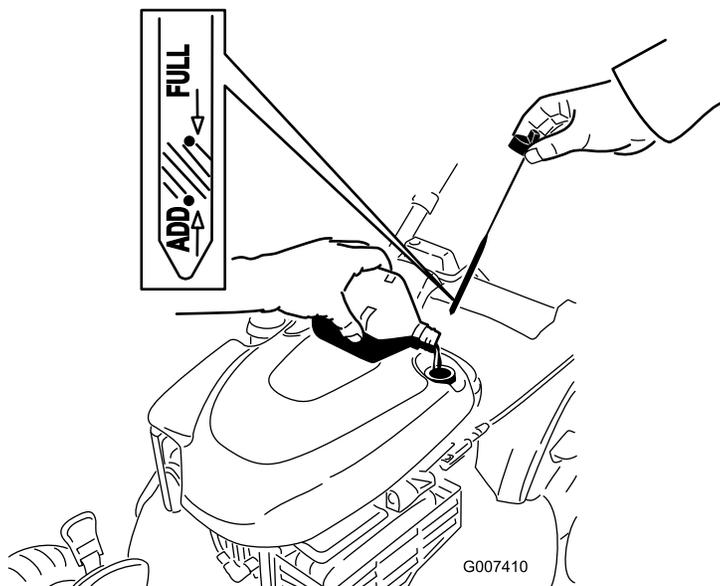

Bild 16
2. Ziehen Sie den Peilstab (Bild 16) heraus.
5. Nehmen Sie den Peilstab heraus und lesen den Ölstand ab, siehe Bild 16.